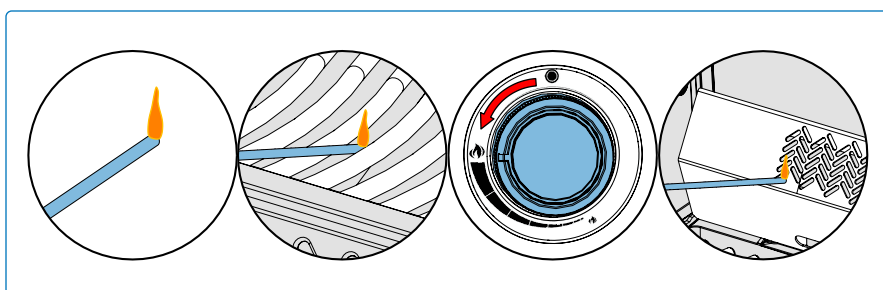

Abb. 8
3. Drehen Sie dabei den entsprechenden Brennerknopf auf Hoch. **(Abb. 8).**